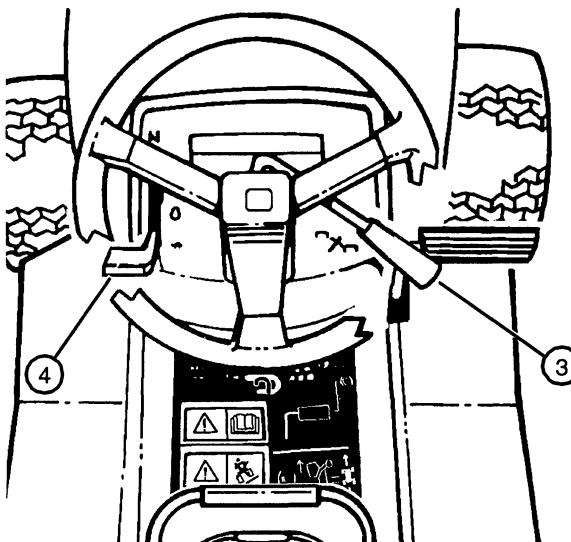

FIGURE 20
- Mettre la manette des gaz (4) en position rapide (voir Fig. 20).
- Pousser vers l'avant le levier d'entraînement PDF (3) pour démarrer les lames.